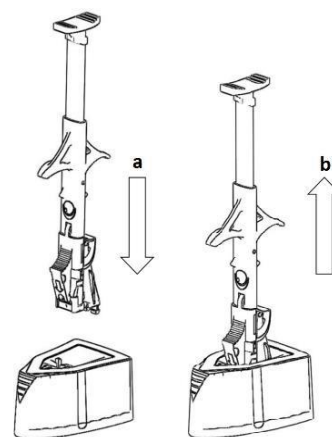

Fig.2
4. Per un corretto posizionamento, allineare le frecce riportate sulla sicura rossa dell'iniettore e sul contenitore aperto, contenente la IOL. Inserire l'iniettore con un movimento deciso verso il basso fino a quando non scatta, come illustrato in Fig. 2/a. Estrarre l'iniettore come illustrato in Fig. 2/b e verificare che il supporto della lente sia innestato.